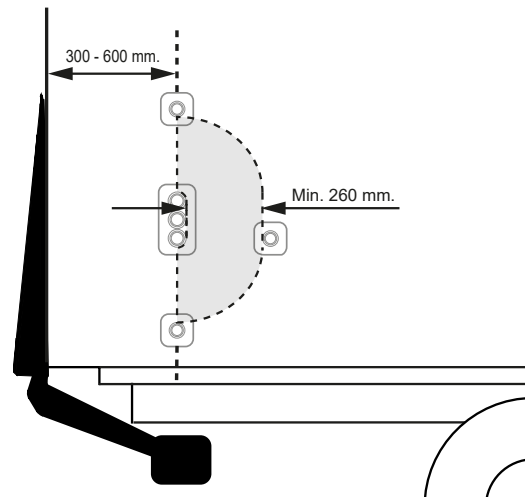

Figure 58. Installation de l'actionneur CD 1 pour une utilisation à deux mains.
2. La distance entre le bord arrière du véhicule et le centre du boîtier de commande doit être de 300-600 mm. Les distances entre les actionneurs doivent être d'au moins 260 mm. Voir Figure 58.